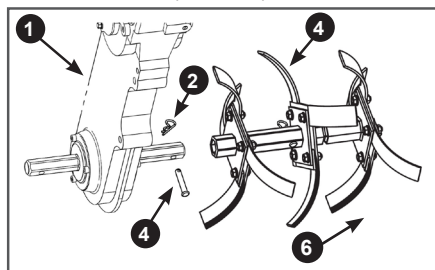

**Рис. 20. Соединение основной и дополнительной секций фрезы**
6. Соедините основную и дополнительную секции фрезы. Вставьте хвостовик дополнительной секции фрезы в основную секцию, совместите отверстия, вставьте палец 2 и зафиксируйте палец шплинтом 1 (Рис. 20).